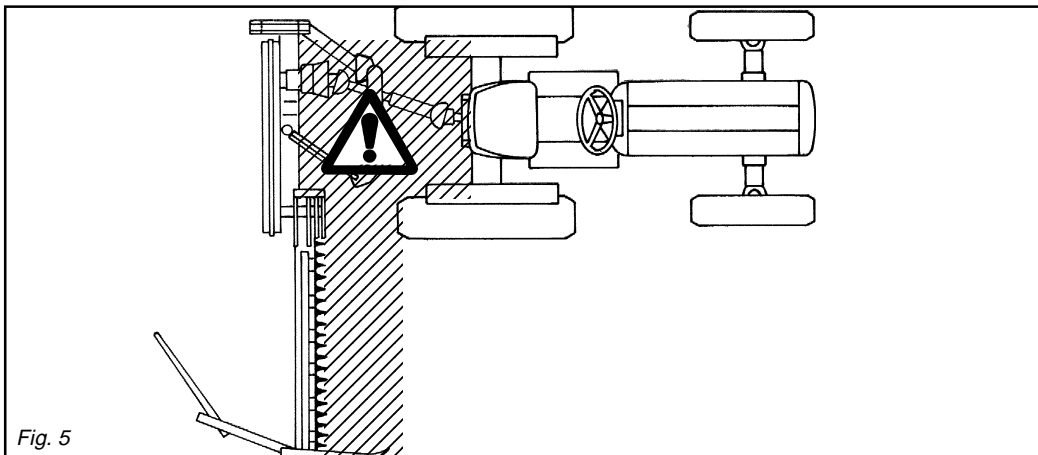

Fig. 5
- 29)** È assolutamente vietato interporre tra il trattore e l'attrezzatura (Fig. 5) con motore acceso e cardano inserito nonché senza aver azionato il freno di stazionamento
- 29)** It is absolutely forbidden to stand between the tractor and the implement (Fig. 5) when the engine is running and the cardan shaft is engaged without having first engaged the hand brake and placed
- 29)** Es ist absolut verboten, bei laufendem Motor und eingeschalteter Gelenkwelle zwischen den Schlepper und das Gerät zu treten (Abb. 5). Dazu muß die Feststellbremse gezogen werden und unter die Räder ein Bremskeil oder ein großer Stein gelegt worden sein.
- 29)** Il est absolument interdit de se mettre entre le tracteur et l'appareil (Fig. 5) quand le moteur est en marche et le cardan enclenché, sans avoir tiré le frein de stationne-
- 29)** Está terminantemente prohibido colocarse entre el tractor y el equipo (Fig. 5) con motor encendido y cardán inserido, o sin haber accionado el freno de estacionamiento y de colo-
- 33)** È assolutamente vietato interporre fra il trattore e l'attacco per manovrare il comando dall'esterno per il sollevamento (Fig. 5).
- 33)** It is absolutely forbidden to stand between the tractor and the implement when manoeuvring the lift control from the outside (Fig. 5).
- 33)** Es ist absolut verboten, zwischen den Schlepper und den Anschluß zu treten, um die Aushebung von außen zu betätigen (Abb. 5).
- 33)** Il est absolument interdit de se mettre entre le tracteur et l'attelage pour manoeuvrer la commande de relevage de l'extérieur (Fig. 5).
- 33)** Está absolutamente prohibido colocarse entre el tractor y el enganche para maniobrar el mando desde el externo en la fase de elevación (Fig. 5).